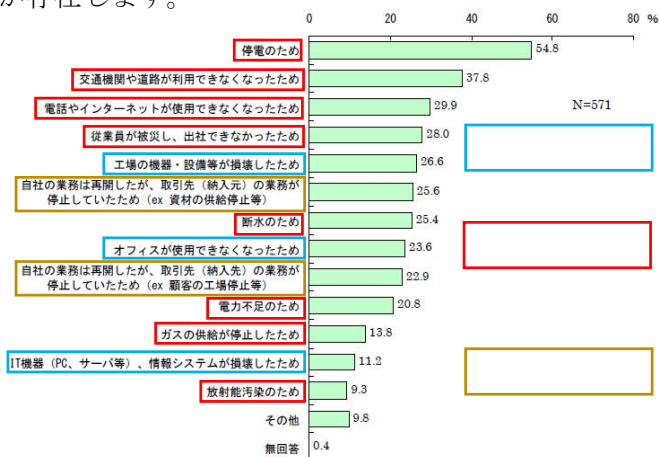

図5 東北地方太平洋沖地震における業務停止理由調査結果
内閣府の「企業の事業継続の取組に関する実態調査（平成24年3月）」によると、東北地方太平洋沖地震において重要な業務が停止した理由およびその対策は図5に色分けして示すように大きく分けて3つのタイプが存在します。
図5における3タイプのうち、①に該当する事業継続を阻む建物・設備の被害例を図7にまとめます。これらの被害を防ぐためには、対象建物の各フロアがどれくらい揺れるかをシミュレーションにより把握し(図6)、どこに対策を行う必要があるのか?どの程度の対策を行えば無駄がないのか?ということの評価し、効果的に実践する必要があります。想定される被害を具体化することで、軽減策の意思決定を促します。
東北地方太平洋沖地震で重要な業務が停止した理由として、図5の③のように、「自社の被災」と同じ程度の割合で「取引先の業務停止」が挙げられています。自社の対策が万全であっても、取引先の業務が停止していると業務再開できない場合があるため、取引先を含めた対策が求められます。しかし現状は、災害時のサプライチェーンとの連携体制は万全ではなく、経団連が実施したアンケートによると連携体制構築済と回答した企業は全体の2割にとどまっています。